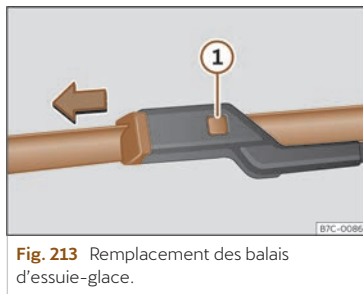

Fig. 213 Remplacement des balais d'essuie-glace.
- Maintenez la touche de déverrouillage >>> **fig. 213** ① enfoncée en tirant légèrement le balai dans le sens de la flèche.